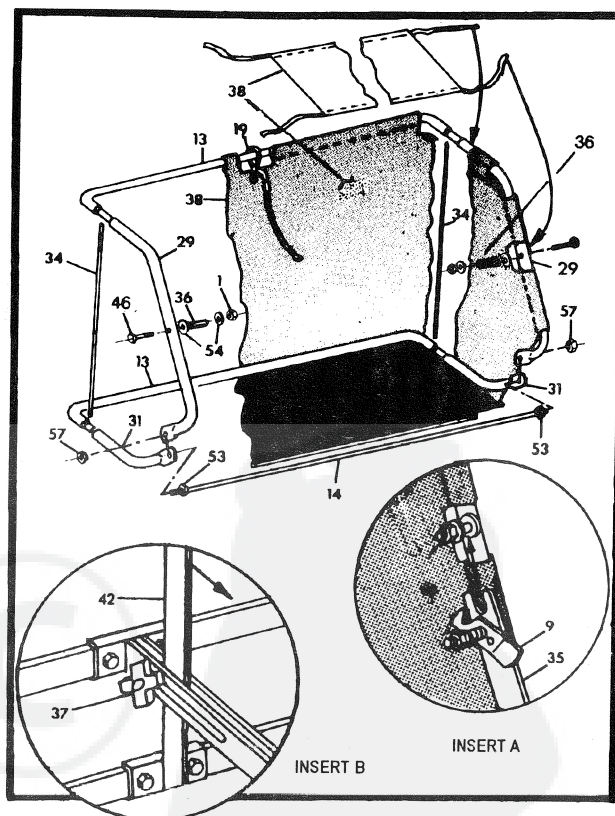

Fig. 3
(Voir Fig. 3)
- Insérer les tiges-ressort 3/16" (34) à leur emplacement inférieur, les courber puis introduire leur autre extrémité dans les trous de l'armature supérieure.
- Introduisez un boulon hexagonal de 1/4" x 2" (46, en procédant à partir de L'EXTÉRIEUR du panier) dans le trou situé de chaque côté des tubes supérieurs latéraux (29). Procédez à l'assemblage avec une rondelle plate de 1/4" (54, du côté intérieur du panier), une rondelle d'écartement de panier (36), une autre rondelle plate de 1/4" (54) et vissez à l'aide d'un écrou de blocage hexagonal de 1/4" (1). Serrez à fond. NE SERREZ PAS TROP FORT car cela pourrait déformer le tube.
- Ouvrir les verrous (9) et placer le bac sur les barres latérales (35) et positionner les entretoises dans les fentes (voir insert A figure 3). Refermer les verrous.
- Fixer le coupe-vent à l'armature du bac, comme indiqué sur la figure 3 (des deux côtés).
- Fixer la corde (19) au milieu de l'armature supérieure (13). La corde peut être fixée au siège du tracteur.
HAUTEUR DES BALAIS (Voir Fig. 3, Insert B)